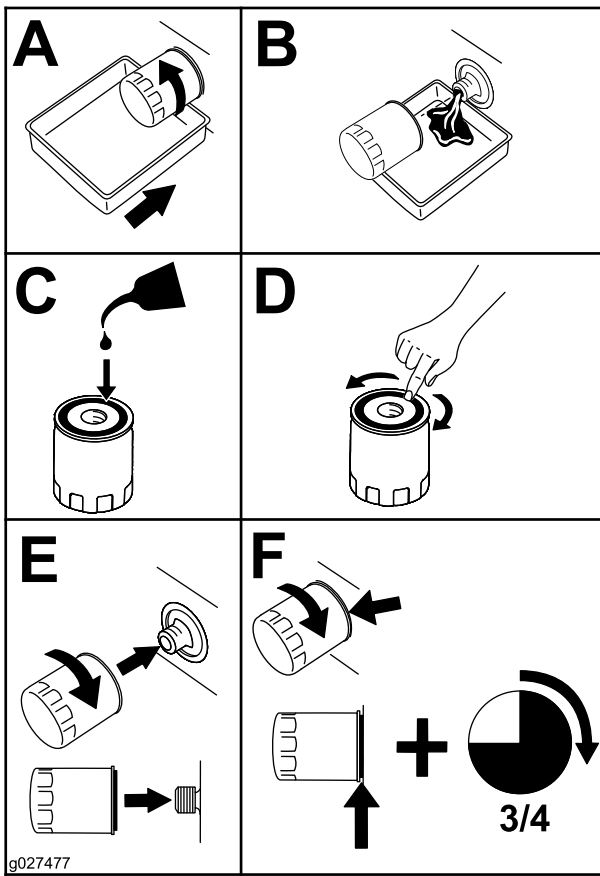

Figura 23
4. Cambie el filtro de aceite del motor como se muestra en Figura 23.